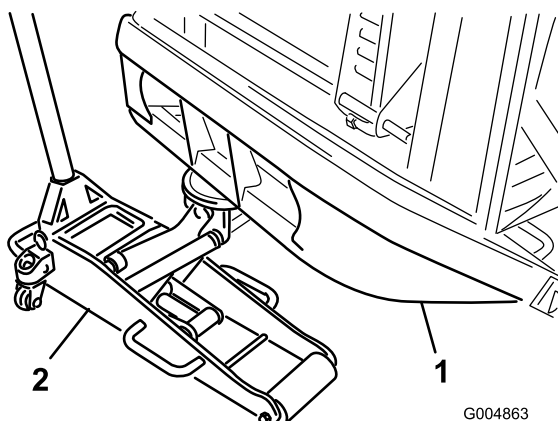

Figura 31
1. Coloque um apoio de solo adequado sob o tubo do para-choques traseiro e eleve os pneus do chão (Figura 31).